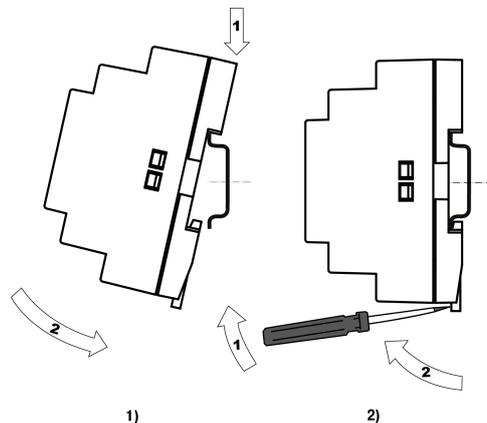

Abb. 6 Montage (1) und Demontage (2)
1. Setzen Sie das Gerät auf die Hutschiene auf Abb. 6.